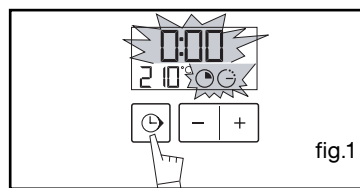

fig.1
Le sélecteur de fonction doit obligatoirement être sur la position 0 (fig.1).
Celle-ci ne doit pas clignoter (fig.1).
- Choisissez le mode de cuisson souhaité et ajustez la température (fig.1).
L'affichage clignote pour indiquer que le réglage est alors possible (fig.1).
- Appuyez sur la touche "⌚" (fig.1) jusqu'à faire clignoter le symbole minuterie
- Réglez et validez l'heure de votre programmeur à 0h10 (fig.1).